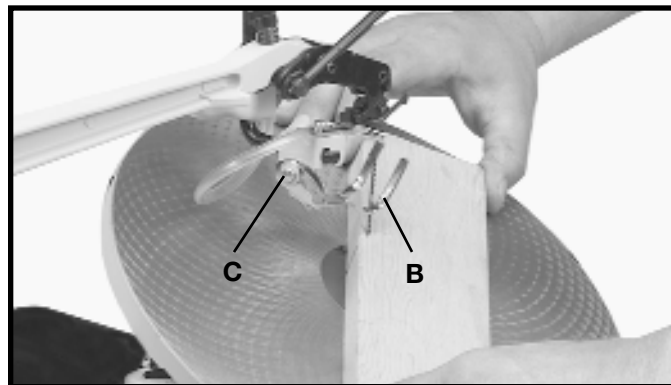

Fig. 31
Durante el cortado de biselado, el sujetador (B) Fig. 31 puede ajustarse para quedar plano sobre el material al aflojar el tornillo (C) e inclinar el sujetador de la manera correspondiente. Vuelva a apretar el tornillo (C).